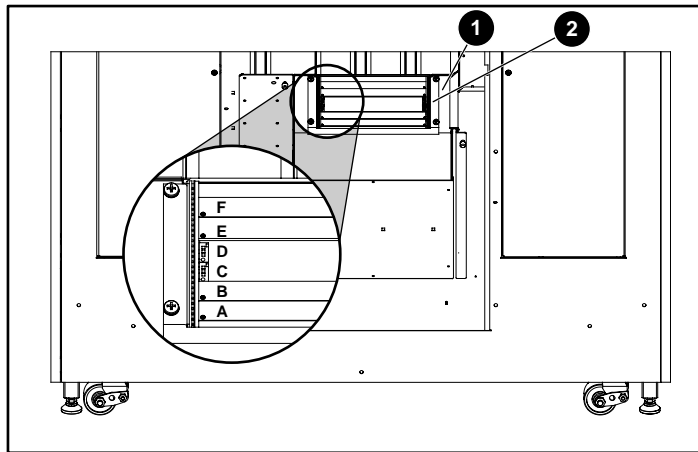

図8: 拡張ケージをインストールする
4. 拡張ケージをPCIバックプレーン上のガイドピンに合わせて電子ベイに差し込みます。拡張ケージがしっかりと固定されるまで、ケージの両側を均等に押し込んでください(図8を参照)。